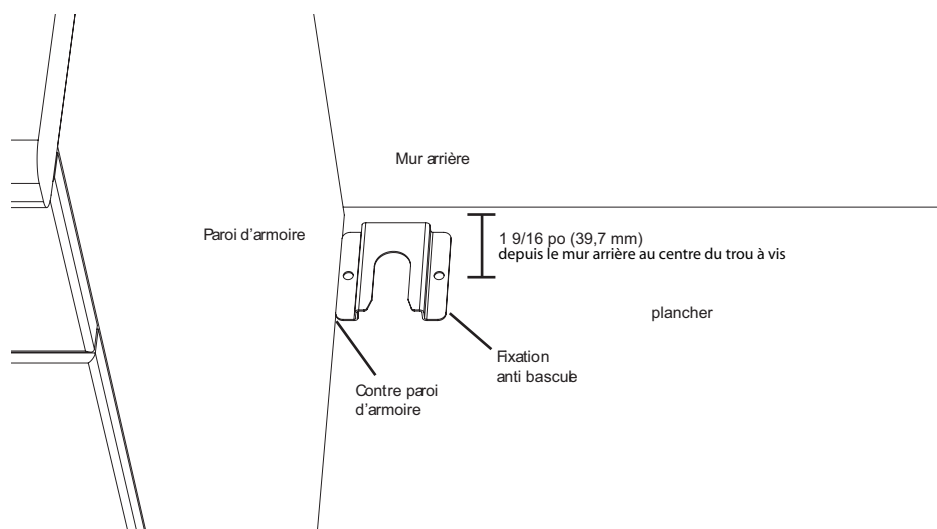

Figure 8: Dispositif anti bascule
1. Mesurer la position de la fixation comme illustré en la Voir Figure 8: Dispositif anti bascule.